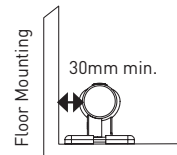

Fig.6
- Halten Sie die Mindestabstände entsprechend [Abb. 6] ein. Wenn das Heizgerät freistehend betrieben wird, befestigen Sie Halterung entlang der Längsseite des Gerätes, um es angemessen abzustützen und einen stabilen Stand zu gewährleisten.